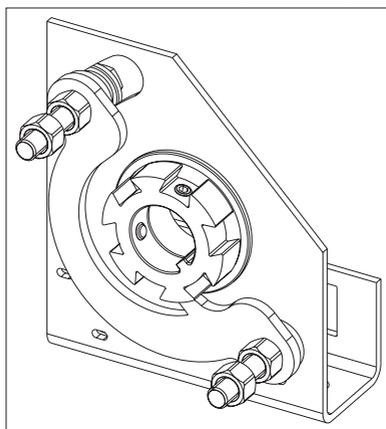
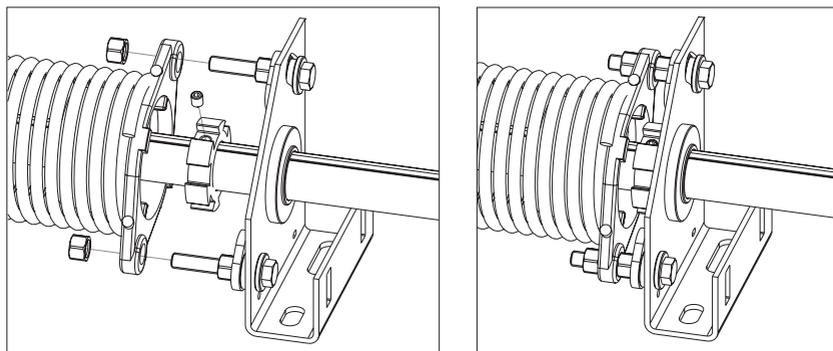

Рис.22.1
Рис.22.2
- 11) установить на вал храповую муфту (рис. 22.1) и закрепить ее к наконечнику пружины при помощи двух болтов из комплекта муфты (рис. 22.2);